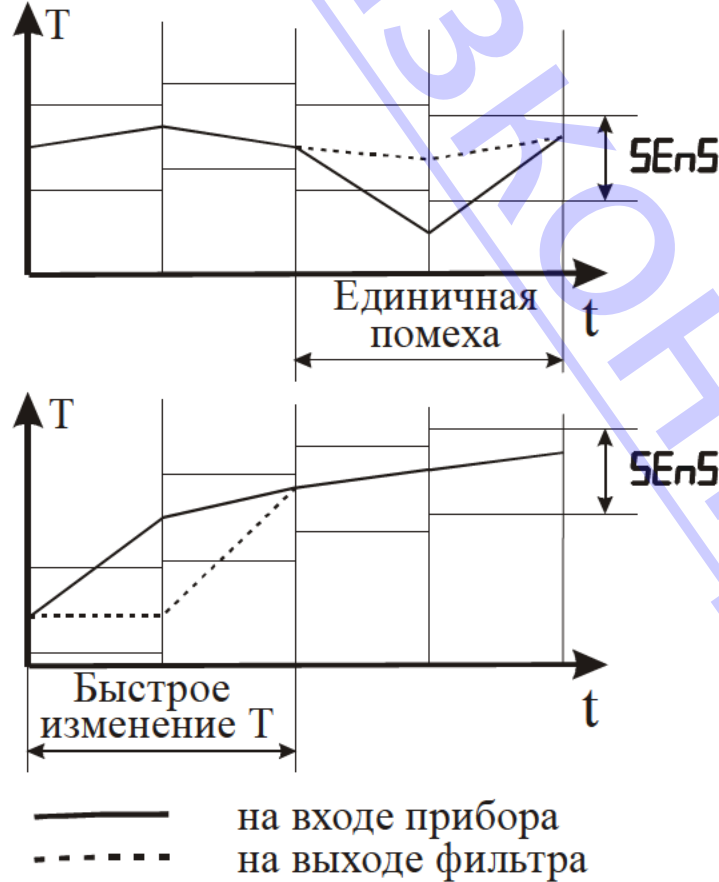

Рисунок 3.7 – Работа фильтра при воздействии случайной помехи и быстром изменении сигнала
3.3.2.6 С целью уменьшения влияния случайных импульсных помех на показания в прибор введена цифровая фильтрация. Работа фильтра описывается параметром “Полоса фильтра”. Если текущее значение температуры отличается от результатов предыдущего измерения на значение, которое превышает указанное в параметре “Полоса фильтра”, то проводится повторное измерение, а на индикаторе остается старое значение (см. рисунок 3.7).